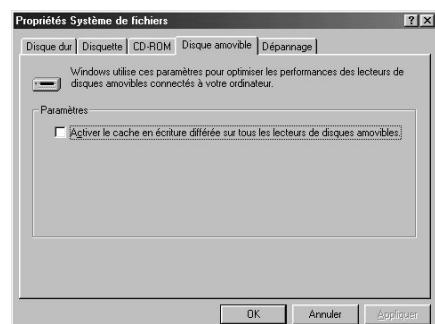

Figure 8. La feuille Disque amovible de la boîte de dialogue Propriétés Système de Fichier.
6. Dans la boîte de dialogue Propriétés Système de Fichier, cliquez sur l'onglet Disque amovible. Windows 98, en retour, affiche la feuille Disque amovible, présentée en figure 8.